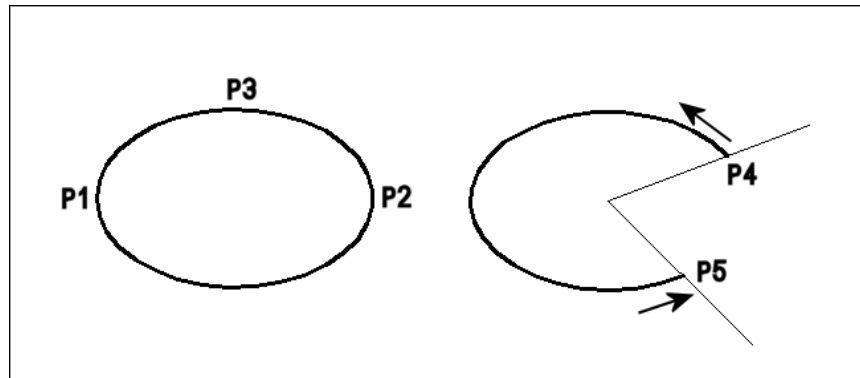

Fig.4.34
- [4] Pointer la direction de l'angle d'arrivée : P5 (fig.4.34).